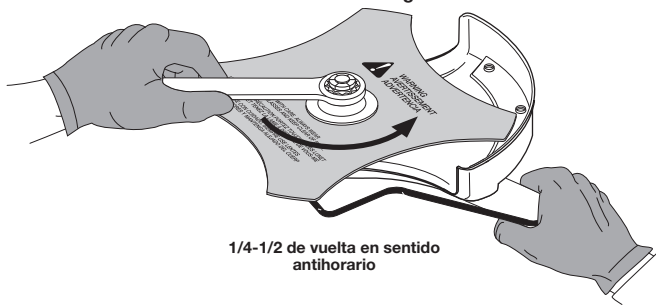

Fig. 15
- Si no tiene una llave de torsión, use una llave de boca cerrada de 13 mm o de casquillo, gire la tuerca hasta que el retén de la cuchilla esté ajustado contra el buje del eje. Verifique que la cuchilla esté bien instalada, luego gire la tuerca 1/4 a 1/2 vuelta más en sentido antihorario (Fig. 15).